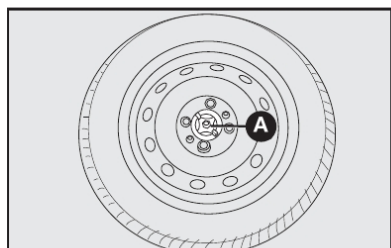

fig. 19
- Fixar a roda com o dispositivo de bloqueio **A-fig. 19**.